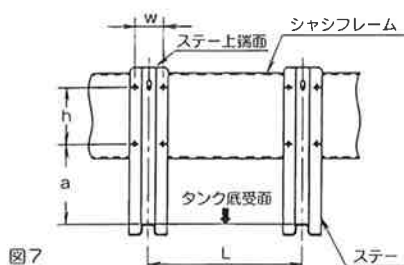

図7
- ・取付け穴の縦ピッチ(h)はタンク底受面からの寸法(a)を基準にして、下記最小h寸法以上の間隔であけてください。(スターの上端面を基準にしますと、タンク底受面“↓”の水平がでない恐れがあります。)……図7参照